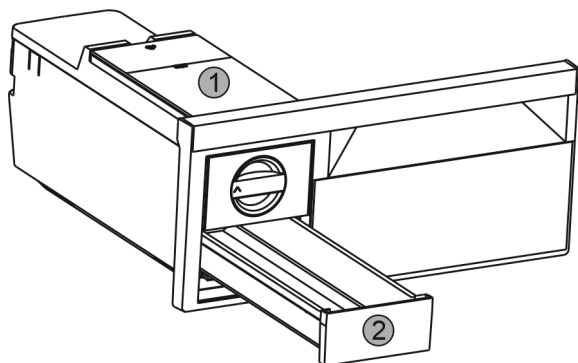

Fig. 36
- Извадете резервоара за вода Fig. 36 (1) и чекмеджето за ледени кубчета Fig. 36 (2).